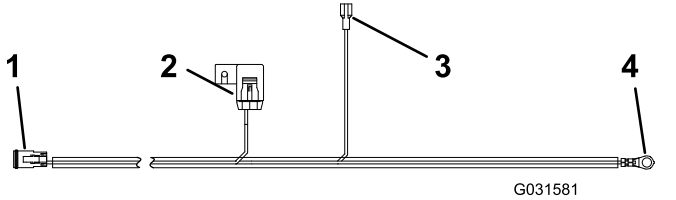

图10
1. 要从牵引机保险丝盒为套件供电请使用保险丝盒线束 图10。将保险丝盒接头连接到牵引机保险丝盒然后接入 15A 保险丝。